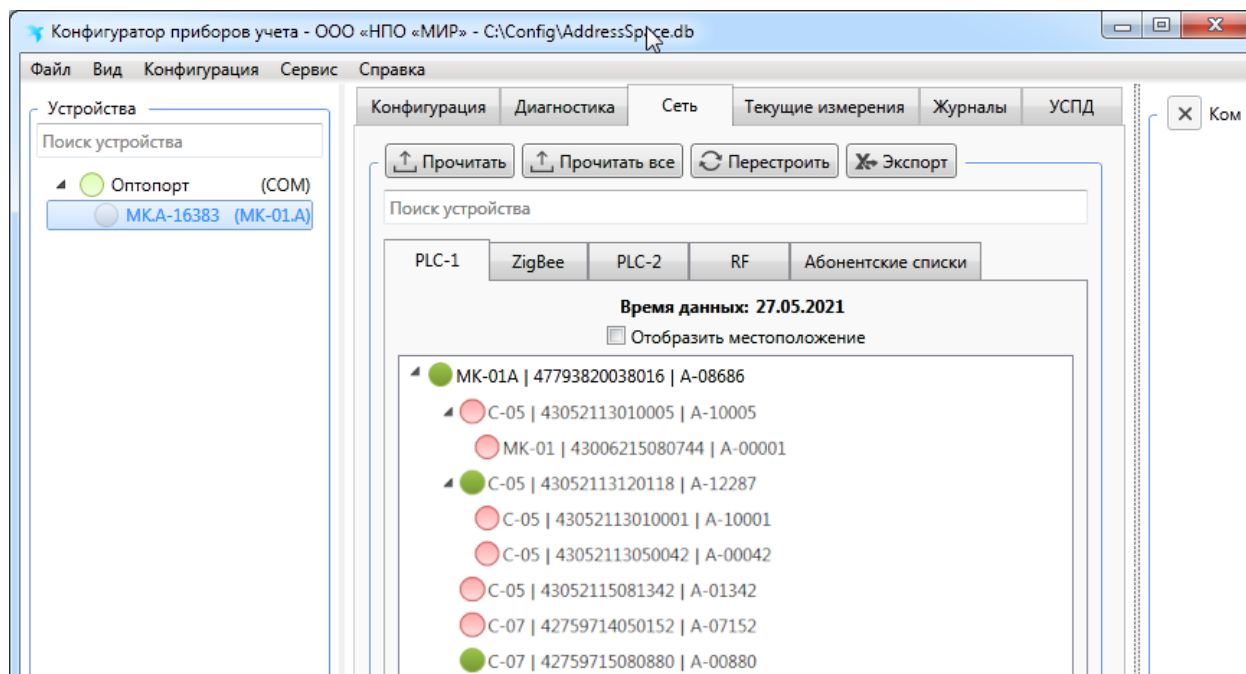

Рисунок 9.21 – Дерево сети PLC
- выбрать в дереве объектов программы КОНФИГУРАТОР модем-коммуникатор МИР МК и далее в области параметров выбрать вкладку *Сеть* (рисунок 9.21);